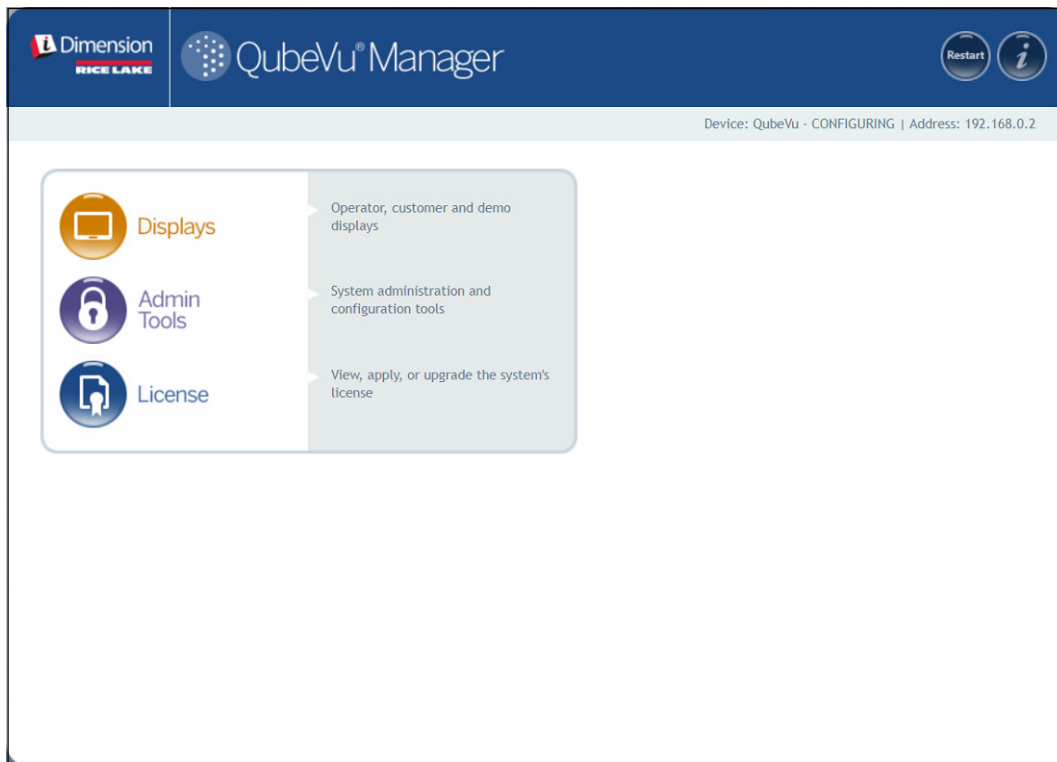

Figura 2-1. Página de inicio de QubeVu Manager
- Seleccione  **Displays** en el menú **QubeVu Manager** (Figura 2-1 en la página 8) para entrar en el menú **Display Pages** (Páginas de visualización)